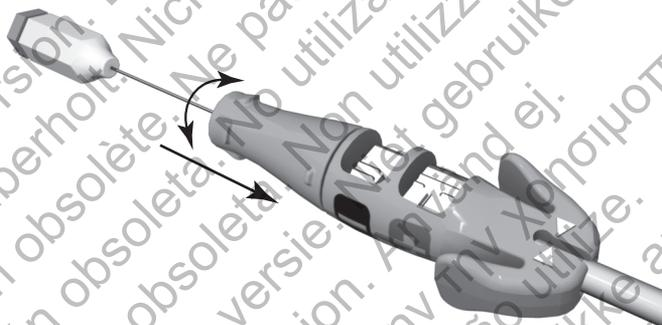

Figura 4. Botão da ferramenta do conector engatado
1. Agarre a ferramenta do conector e a ranhura da ligação do terminal. Para engatar o botão de fixação ao pino do terminal, empurre o botão de fixação no sentido do corpo da ferramenta do conector para fechar o intervalo. Rode o botão de fixação no sentido dos ponteiros do relógio para estender a hélice ou no sentido contrário aos ponteiros do relógio para a retrainir. Visualmente observe a hélice a estender-se e a retrainir-se (Figura 4 na página 17).